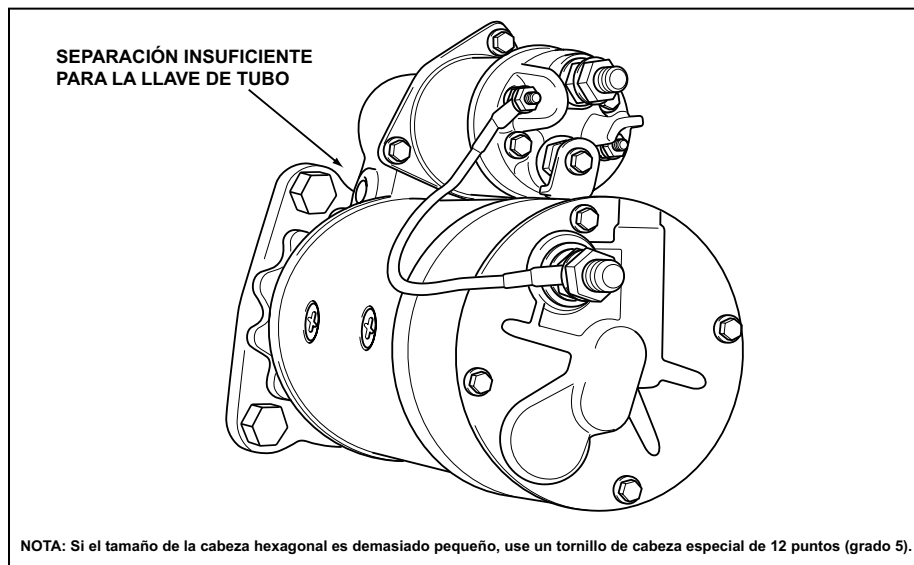

Figura 1
2. Si el cárter de la palanca interfiere con la llave durante el proceso de reensamblado del cárter, use un tornillo de cabeza especial de 12 puntos (grado 5). (Ver Figura 1)